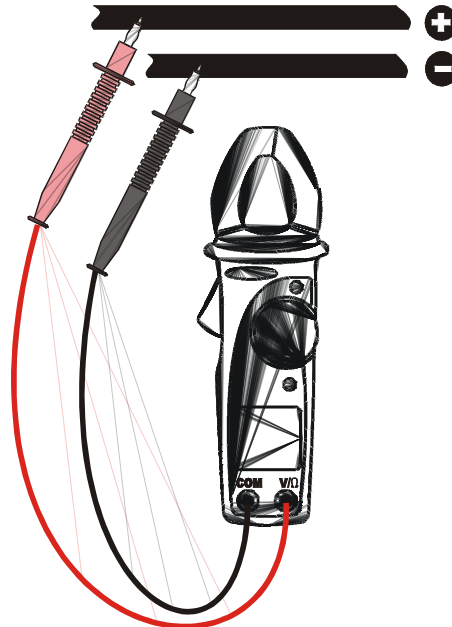

Fig. 5: Utilização da pinça na medição de tensões CC
2. Inserir o cabo vermelho no terminal de entrada V/Ω e o cabo preto no terminal de entrada COM, conforme é mostrado na Fig. 5.